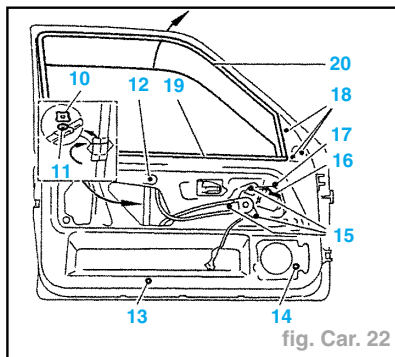

fig. Car. 22
- Déclipser le clip (10) en le faisant pivoter (fig. Car. 22).